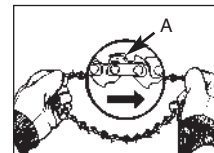

Bild. 4A
1. Breiten Sie die Kette in einer Schlaufe aus, wobei die Schnittkanten (A) IM UHRZEIGERSINN um die Schlaufe herum ausgerichtet sind (Bild. 4A).